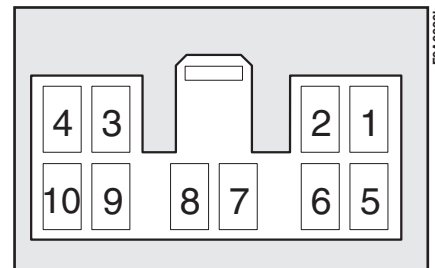

fig. 146
- cavi di collegamento all'antenna bifunzione e cablaggio con connettore a dieci vie **fig. 146**.